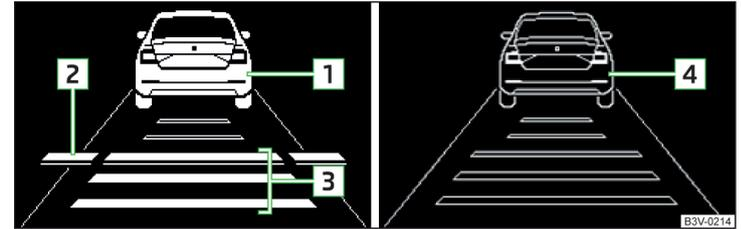

Abb. 255 Display im Kombi-Instrument: Beispiele für ACC-Anzeigen
**ACC-Anzeigen** » Abb. 255
Im Display des Kombi-Instruments erscheint die Linie **[2]** » **Abb. 255** auf Seite 222, welche die Abstandsverschiebung kennzeichnet.